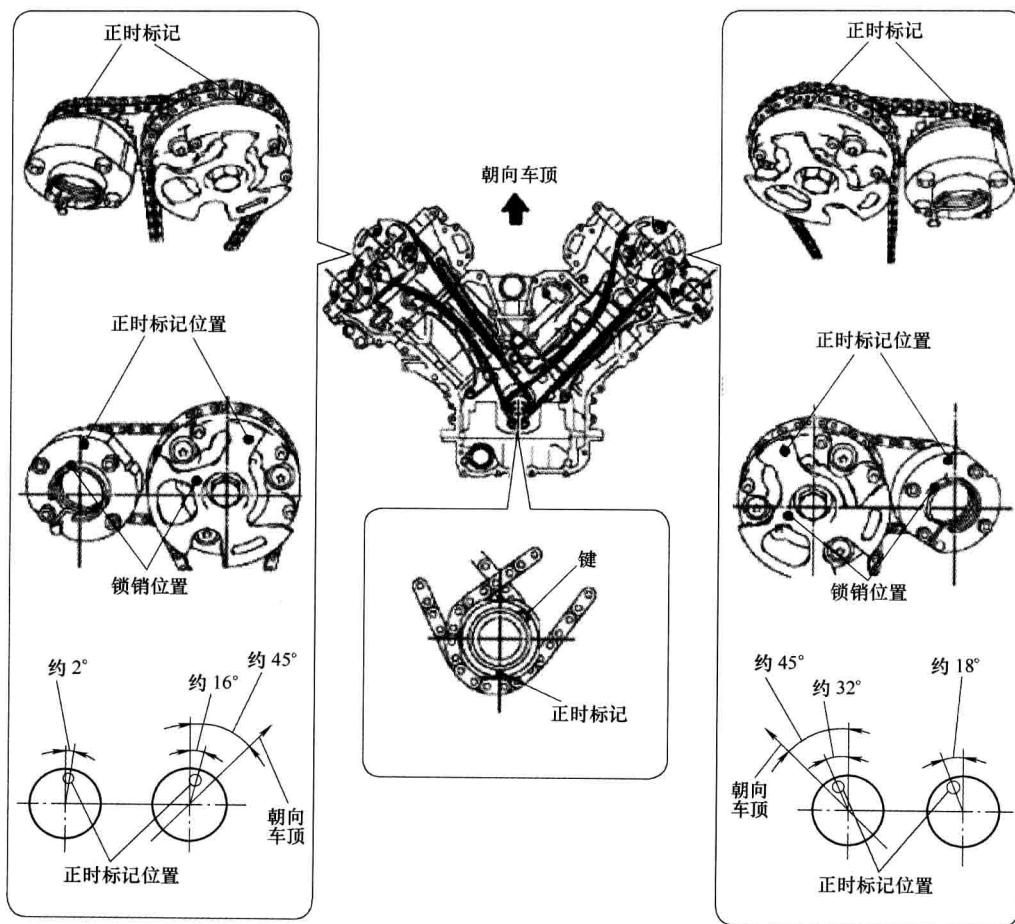

图 1-2 正时链单元正时对正图
- ① 暂时安装曲轴带轮螺栓。
- ② 顺时针旋转曲轴,使曲轴正时链轮和凸轮轴正时齿轮上的正时标记位于如图 1-2 所示位置。